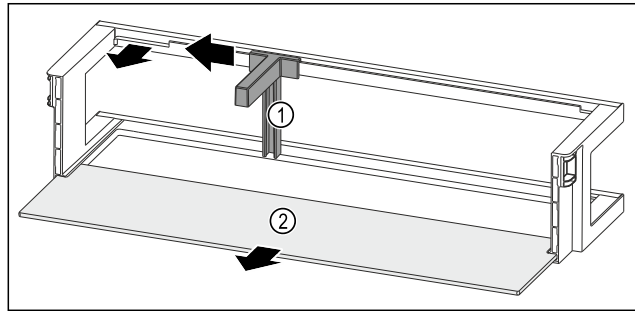

Fig. 133 Balconnet de contre-porte avec porte-bouteilles et tablette de rangement
- Pousser le porte-bouteilles Fig. 133 (1) sur le côté jusqu'à l'évidement.
- Retirer le porte-bouteilles Fig. 133 (1).
- Retirer la tablette de rangement Fig. 133 (2).